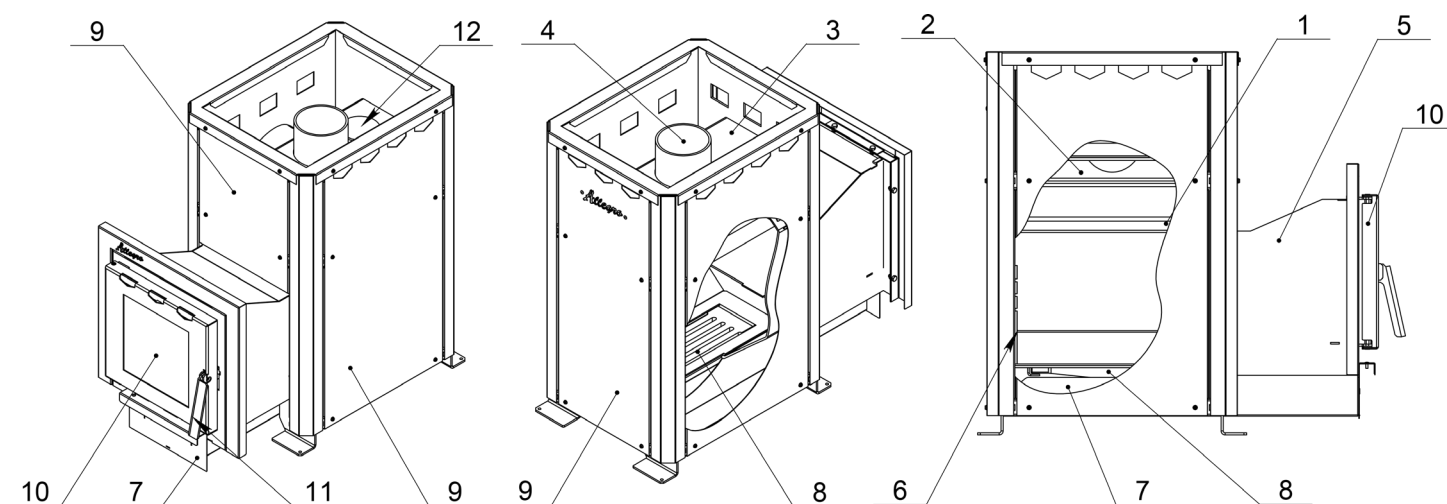

Рис. 1 Устройство печи **ALLEGRO**
Конструкция печи состоит из следующих узлов: топка, открытая каменка, конвекционные панели (рис.1 поз.9), удлиненный топливный канал (рис.1 поз.5), загрузочная дверца (рис.1 поз.10), чугунный колосник (рис.1 поз.8) и выдвижной зольный ящик (рис.1 поз.7).
Для удобства прочистки, на верхней части каменки расположен прочистной лючок (рис.1 поз.12).
В верхней части камеры сгорания расположены горизонтальные отбойники пламени (рис.1 поз.2), которые направляют газопламенный поток в область вторичного дожига, а затем в дымовой коллектор для более интенсивного прогрева камней. Размер камеры позволяет полностью обеспечить сгорание летучих углеводородов, выделяющихся при горении дров в размере 35-56 % от общего весового состава топлива.
Вторичный воздух в камеру сгорания подается через канал вторичного воздуха (рис.1 поз.6), который одновременно защищает заднюю стенку печи от перегрева.
Снизу расположен чугунный колосник – воздухоподогреватель (рис.1 поз.8), который увеличивает эффективность горения, нагревая входящий воздушный поток до 130 — 1500С.
Печь оснащена удлиненным топливным каналом (рис. 1 поз.5), что позволяет топить ее из смежного помещения. Печь комплектуется обычной дверцей и дверцей с жаропрочным стеклом (S) (рис. 1 поз.10). Дверца с жаропрочным стеклом, создает отличную обзорность горящего в топке пламени.
Вокруг камеры печи расположены конвекционные панели (рис.1 поз.9), ускоряющие прогрев парного помещения. Передняя и задняя панели окрашены термостойкой кремнийорганической краской, что защищает их от агрессивных факторов внешней среды. Боковые панели выполнены из конструкционной стали и окрашены термостойкой кремнийорганической краской.
Печь оснащена выдвижным зольным ящиком (рис. 1 поз.7), который позволяет регулировать процесс горения и освобождать печь от золы.
Выход дымохода (рис. 1 поз.4) находится по центру печи, что позволяет легко монтировать трубу дымохода, а также установить дополнительный бак для горячей воды емкостью до 70 литров.